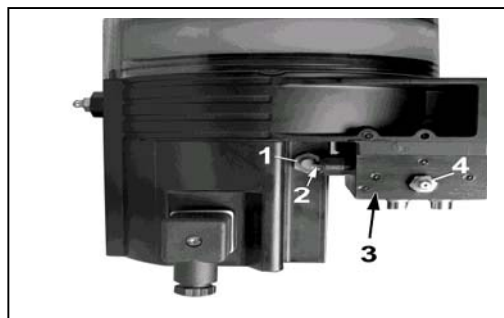

Рис. 13 QLS 301 с нижним расп. SSV.
- с задним расположением SSV (Рис.13)
- Сигнал с микропроцессора запускает насос в работу и насосный элемент начинает подавать смазку к SSV-• После того как каждая точка трения, подсоединённая к SSV, получит установленную порцию смазки считается, что закончился полный цикл. Микровыключатель (Рис.13 поз.1) отключает насос.